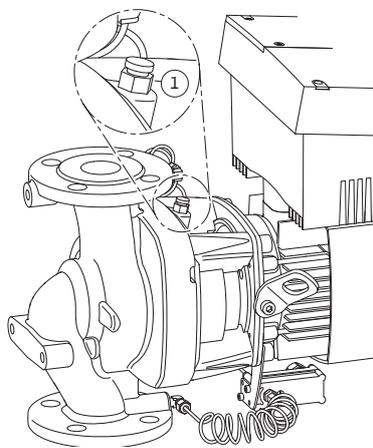

Fig. 51: Ventilationsventil
6. Gør pumpen trykløs ved at åbne ventilationsventilen (Fig. 51, pos. 1).